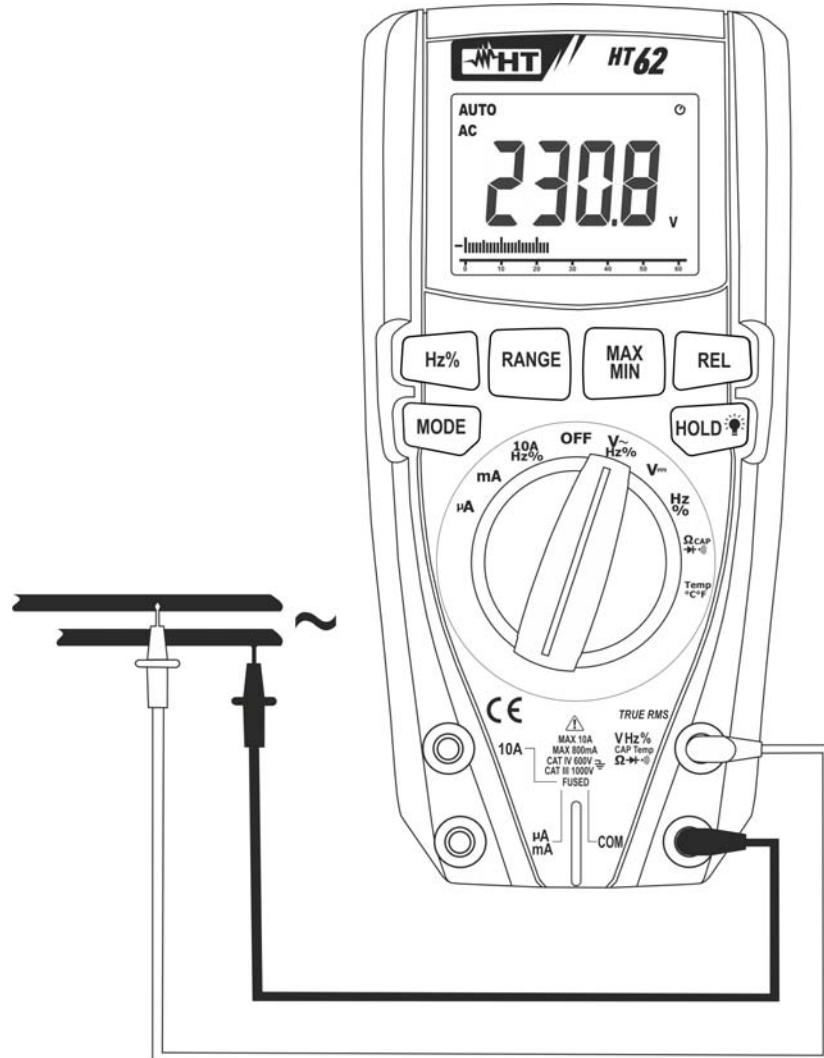

Abb. 3: Verwendung des Gerätes für Wechselspannungsmessung
3. Verbinden Sie die rote Messleitung und die schwarze Messleitung mit den gewünschten Messpunkten des zu messenden Kreises (siehe Abb. 3). Der Spannungswert erscheint auf dem Display.